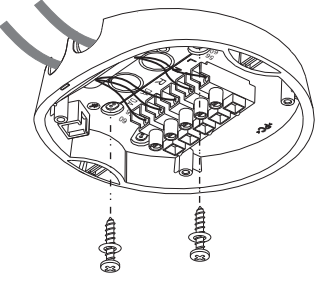

FIG.9
3.4.1.5 Elija las aberturas adecuadas para fijar la base inferior en la superficie de la placa de techo con 2 tornillos para madera (Ver FIG.9).